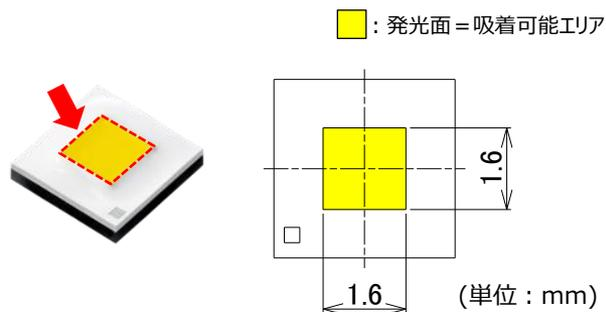

図2. 吸着箇所について
- ① 吸着時は図2に示す発光面（□1.6mm）の中心を吸着してください。
- ② 吸着ノズルは発光面の□1.6mmに適した大きさ、形状のノズルを選定してください。